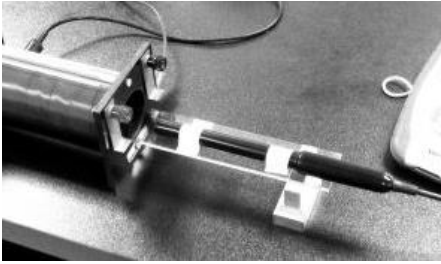

Fig. 3 : Configuration pour la mesure du champ produit par le solénoïde
- Placez une règle dans le solénoïde de façon à ce qu'elle dépasse à chaque extrémité : elle servira de support à la sonde dans le solénoïde (voir figure 3). (Vous pouvez coller la sonde à la règle et glisser la règle dans le solénoïde pour pouvoir mesurer facilement sa position.